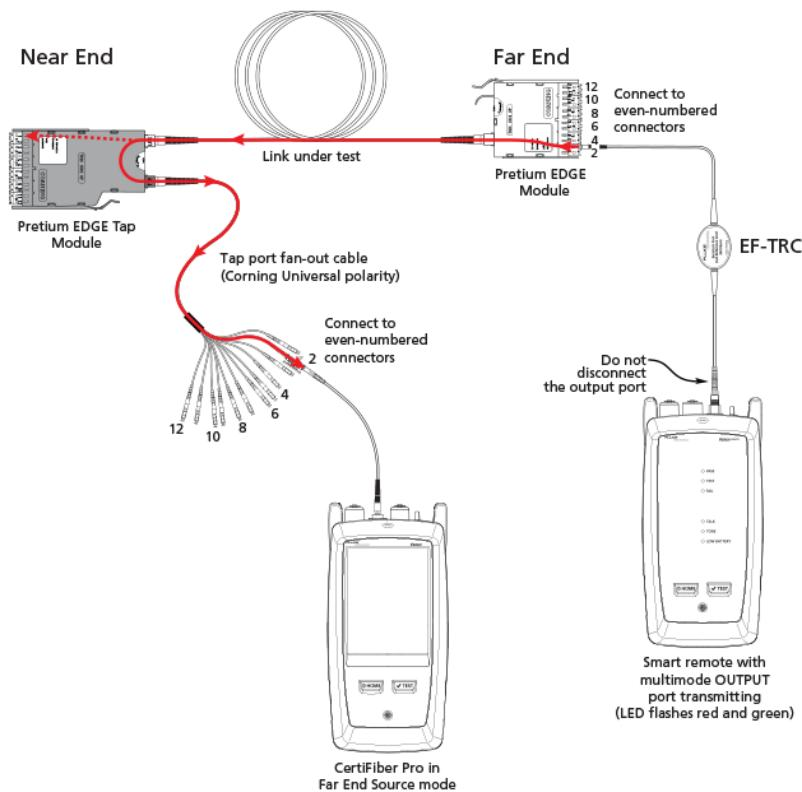
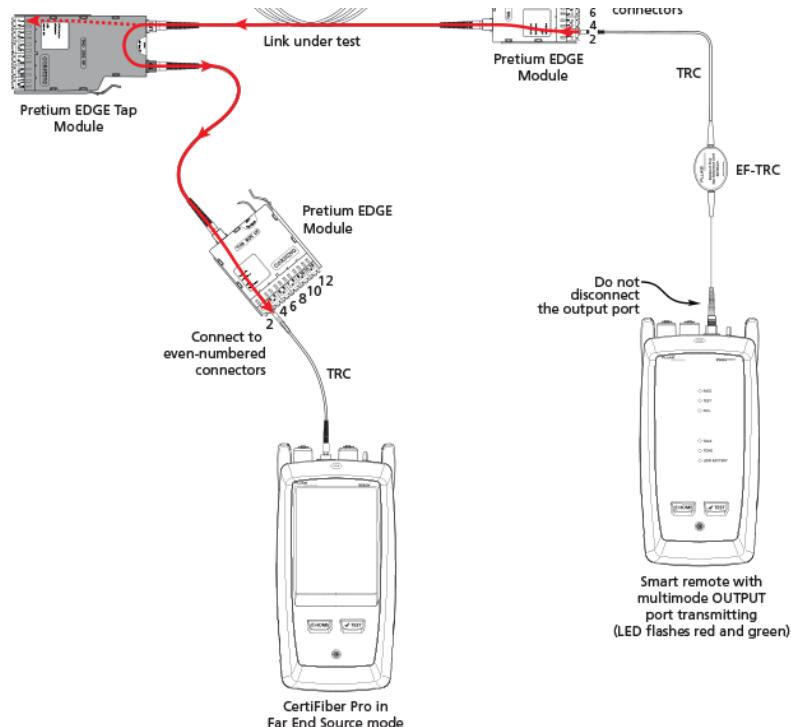

图 9. Connections for Testing the Tap Port Links from the Far End through a Fan-Out Cable
图 10. Connections for Testing the Tap Port Links from the Far End through an EDGE Module
3. 如果要通过扇出电缆执行测试，则按图 9 所示建立连接；如果要通过第三个 EDGE 模块执行测试，则按图 10 所示建立连接。